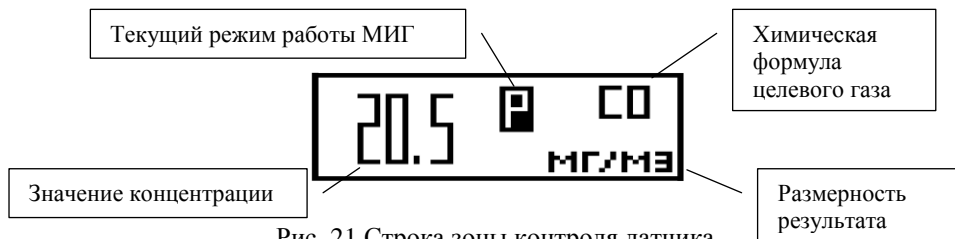

Рис. 21 Строка зоны контроля датчика
2.5.6 Информационная зона датчика серии МИГ приведена на рис.21.